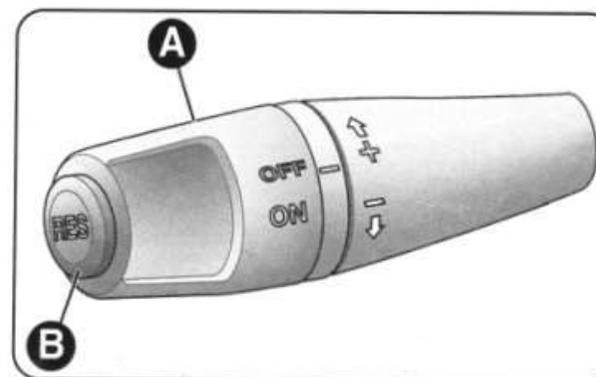

рис. 35
Поверните торцевой переключатель А (рис. 35) в положение ON. Система не включается при включенной первой передаче или передаче заднего хода: систему рекомендуется включать при движении на передаче не ниже пятой.
- поверните торцевой переключатель А (рис. 35) в положение ON, нажмите педаль акселератора и удерживайте ее, пока скорость движения не достигнет требуемого значения;
- нажмите на кнопку В (рис. 35) (RES).
- поверните торцевой переключатель А (рис. 35) в положение OFF;